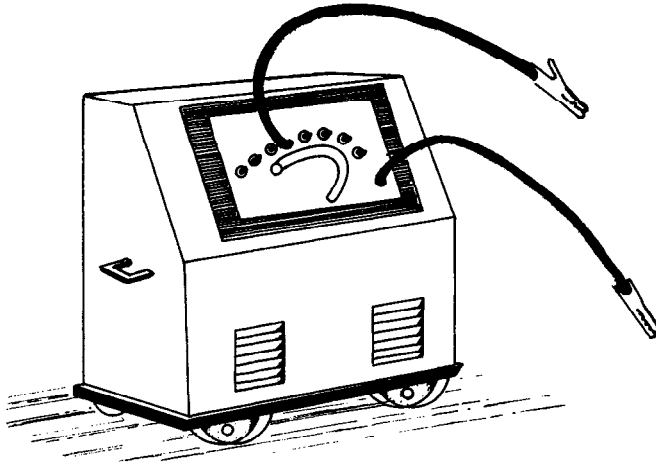

Figura 2.5
- ▲ *Regulación por clavijas (Figura 2.5).* Funciona tomando o disminuyendo el número de espiras.